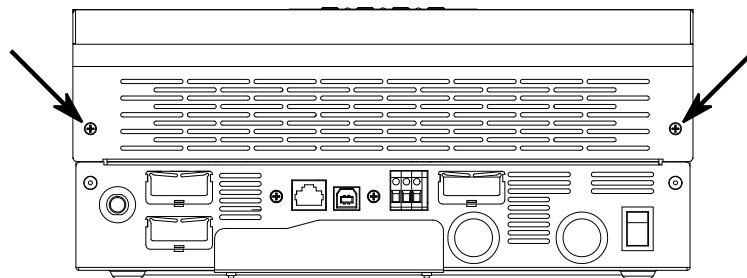

Abbildung 1: Schraubstelle an der unteren Abdeckung
1. Bevor das Kit installiert werden kann, entfernen Sie bitte die untere Abdeckung, indem Sie die beiden in *Abb. 1* gezeigten Schrauben entfernen und die Abdeckung nach unten abziehen, um die Klemmen freizulegen.